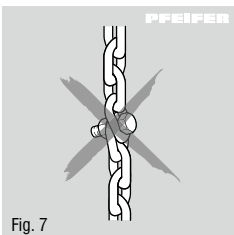

Fig. 7
- La catena portante non deve essere annodata, né collegata con bulloni, viti, cacciaviti o simili. Le catene fisse integrate negli apparecchi di sollevamento non possono essere riparate (fig. 7). Le catene non devono essere attorcigliate o allungate.